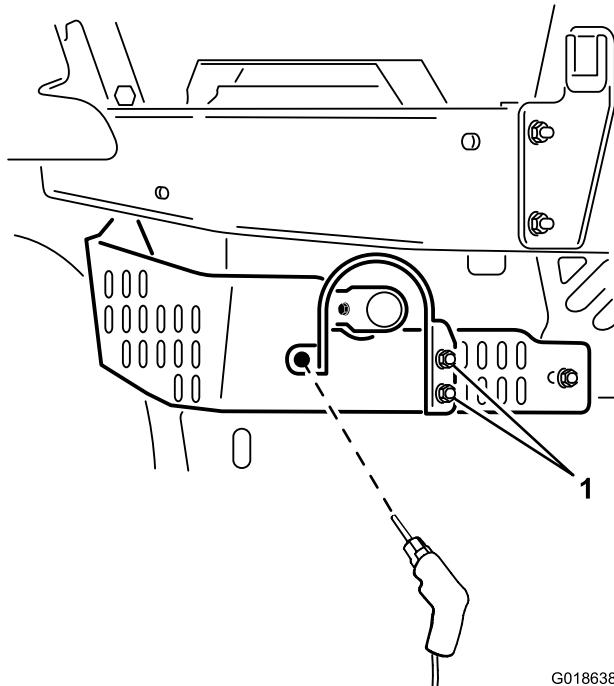

図 8
- i. 排気シールドの右フランジ穴が2つ付いている)の穴を、左下エンジンガードの一番左端の2つのスロットに合わせる図 8。
- ii. 排気シールドの右側のフランジの下側のエッジを、エンジンガードの下側のエッジに揃える図 8。
- iv. 排気シールドの左フランジ穴が1つ付いている)を左下エンジンガードの角部に合わせる図 8。